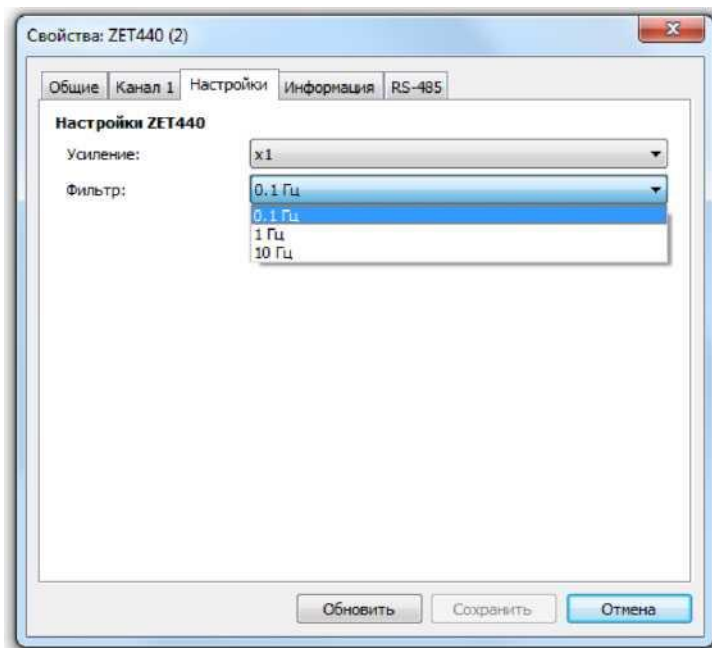

Рисунок 11. Выбор частоты среза фильтра верхних частот
- установить частоту среза фильтра верхних частот из ряда: 0,1Гц, 1 Гц, 10 Гц (рис.11)